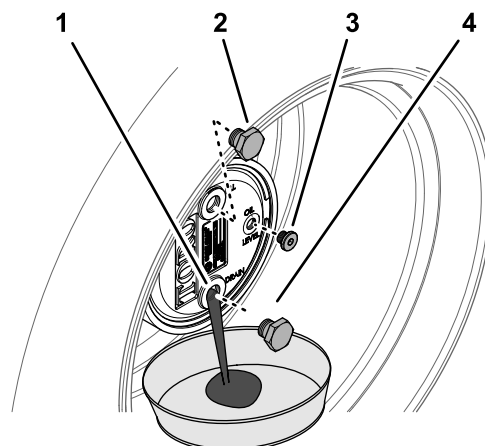

Figura 74
- Îndepărtați buoul de umplere în poziția corespunzătoare orei 12 i buoul de verificare în poziția corespunzătoare orei 3 (Figura 74).
- Amplasați o tavă de golire sub butucul planetar, îndepărtați buoul de golire în poziția corespunzătoare orei 6 i lăsați uleiul să se scurgă complet (Figura 74).
- Montați buoul de golire în orificiul de golire al carcasei mecanismului planetar (Figura 74).